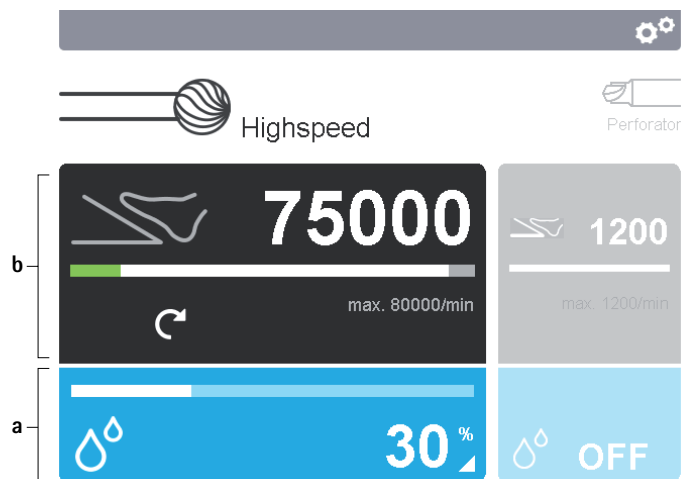

Fig. 5 Attivazione campi di comando
- Modificare i parametri di impostazione del motore/manipolo: Attivare il campo di comando del motore/manipolo **b** sul display **2**, vedere Fig. 5.